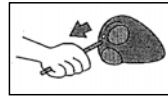

Abb. 1
1. **Installation der Antenne** - Die Antenne durch das Hinterteil des Kopfstücks nach vorne führen. Die flache Basis der Antenne mit dem dafür vorgesehenen Sitz am Kopfstück ausrichten. Stark ziehen, bis das Kopfstück in der richtigen Stellung blockiert ist (Siehe Abb. 1).